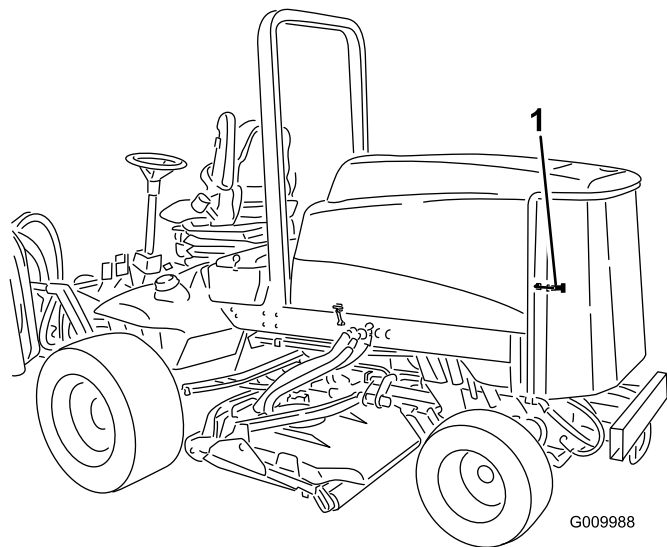

Figura 51
1. Destranque e abra o painel traseiro (Figura 51). Limpe cuidadosamente os detritos do painel.